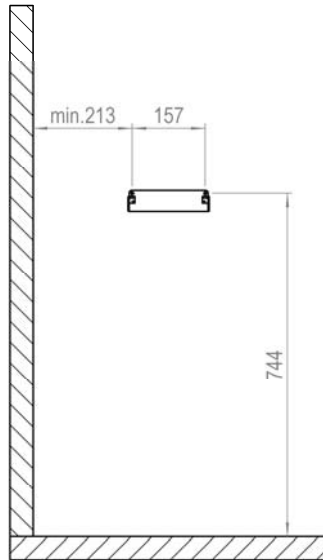

Fig.3b
- Fixer le support mural sur la paroi de la cabine avec les deux vis à bois 5x35 fournies, en respectant les distances minimales précédemment indiquées (voir Fig.3b).